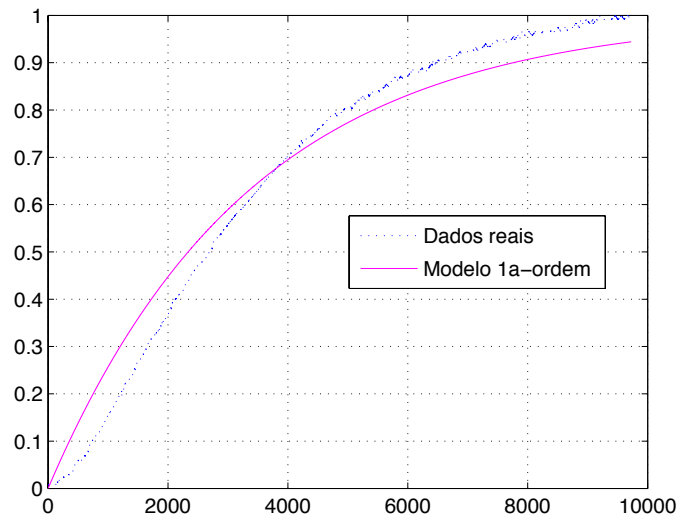

Figura 4. Aproximação final.
O gráfico resultante pode ser apreciado na figura 4.
Percebe-se pela figura 4 que o modelo encontrado não se aproxima muito da curva real. A justificativa para este caso é que a curva real de resposta do sistema corresponde a um sistema de 2ª-ordem ou superior e portanto, neste caso, a aproximação da resposta deste sistema para um de 1ª-ordem não gera um bom resultado.
A curva da figura 4 também pode ser obtida usando-se a função 'step' do MATLAB. Esta função permite ingressar até um valor para amplitude do degrau de entrada. Mas para tanto necessitamos antes informar ao MATLAB a equação (2) desconsiderando o atraso de transporte: